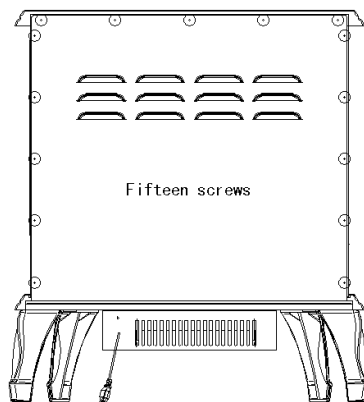

Fig. 1
- Desserrez les vis qui maintiennent le panneau arrière du poêle sur le corps principal du poêle (voir la figure 1).